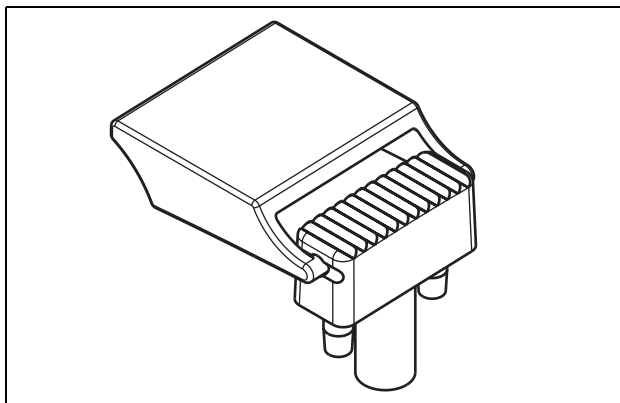

figura 15.1: Protezione tasti
- 1 Far scattare la protezione per il tasto sulla lente di ricambio (vedere figura 15.1 per il risultato finale).